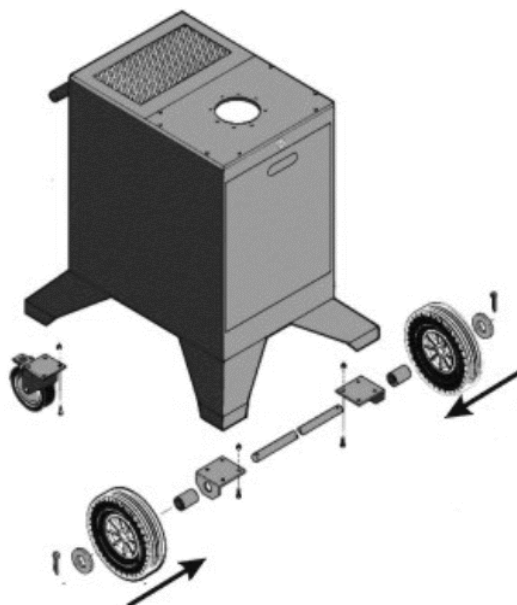

Рис. 8.1
8.1. Вставьте в отверстия ножек агрегата ось, установите на ней колеса и закрепите их шпильками (см. рис. 8.1).